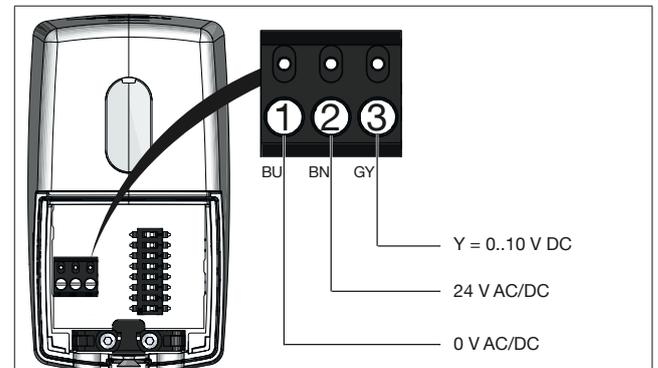
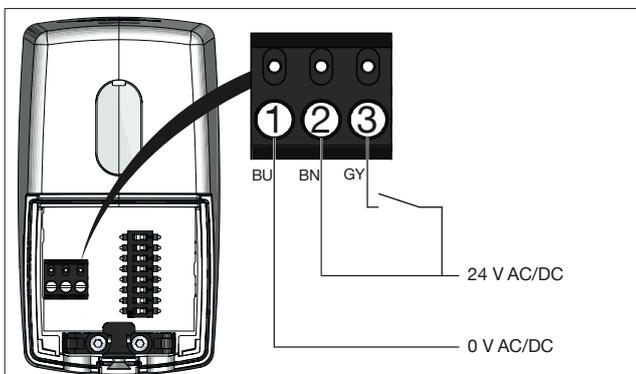

Fig. 6 : Disposition des raccordements - réglage progressif
Fig. 8 : Disposition des raccordements - réglage tout ou rien
- ▶ Établir l'alimentation électrique selon la disposition souhaitée sur la Fig. 6 en page 9 à la Fig. 8 en page 10 .